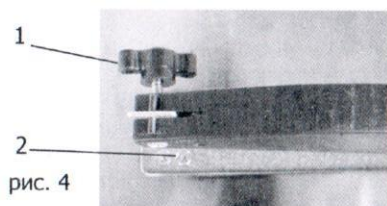

рис. 4
6.3. УСТАНОВКА ЗАЩИТЫ НА АЛМАЗНЫЙ ДИСК (рис. 4):
- закрепите защиту алмазного диска при помощи винта и гайки (см. отметки 1,2 на рис. 4);